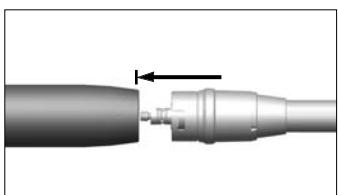

fig. 1a
- Déconnecter le moteur de son câble (**fig. 1a**)